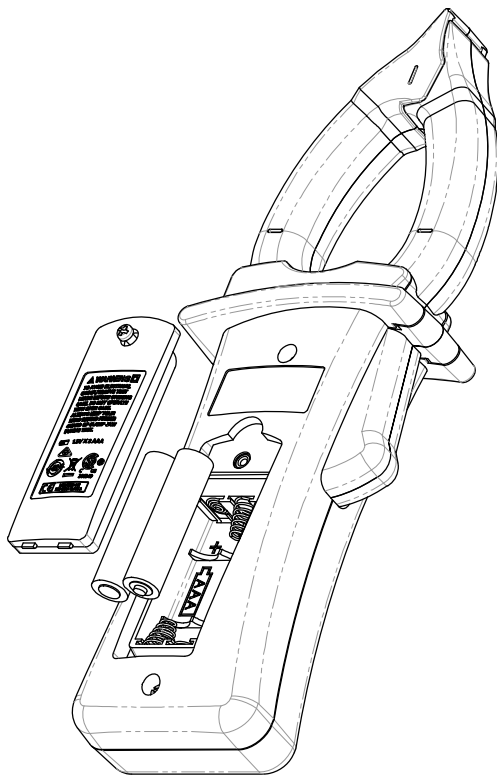

Figura 1-1 Installazione delle batterie
- 1 Aprire il coperchio delle batterie.** Con un cacciavite adatto Phillips, svitare e rimuovere il coperchio della batteria come nella Figura 1-1.